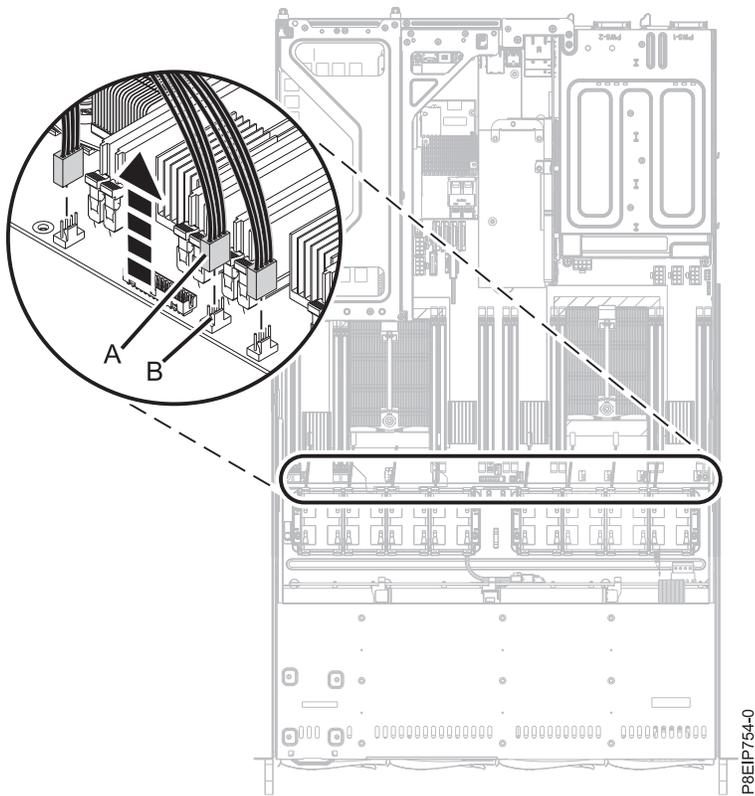

Figure 18. Déconnexion du câble du ventilateur
4. Pour déconnecter un câble de ventilateur, enfoncez la patte du connecteur **(B)** et ôtez avec soin le connecteur **(A)** du fond de panier système, comme indiqué dans la figure 18, à la page 22. Ne tirez pas sur les fils. Faites passer le câble à travers le support du ventilateur.